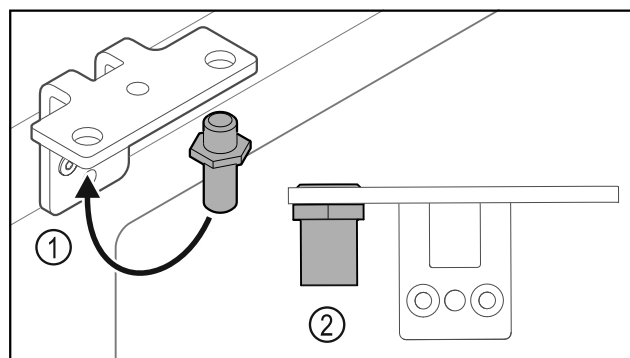

Fig. 36
- Přesaďte čep Fig. 36 (1) v úhelníku závěsu.
- Utáhněte čep Fig. 36 (2) **utahovacím momentem 12 Nm.**